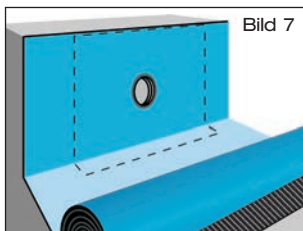
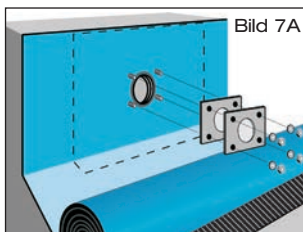

Bild 7
Bild 7A
Oberseite der Anschlussmanschette durch Erhitzen verflüssigen (Schweißverfahren). Dampfsperrbahn passgenau über den Schiebeflansch mit Anschlussmanschette im flüssigen Heißbitumen ausrollen, anschließend gleichmäßig andrücken bzw. anrollen (Bild 7 bzw. Bild 7A).
1.9 Bei Ausführung DN 50 Kompressionsdichtung über Dampfsperrbahn anbringen und mit Losflansch und beiliegenden Schrauben verklebmen (Bild 7A). Beiliegende Schrauben mit Steck- oder Ringschlüssel SW 17 gegenüberliegend anziehen. Anzieh-Drehmoment: 20 Nm (Dampfsperrbahn aus Bitumen) bzw. 30 Nm (Dampfsperrbahn aus Kunststoff). Dichtelement in Muffe des Schiebeflansches einlegen.